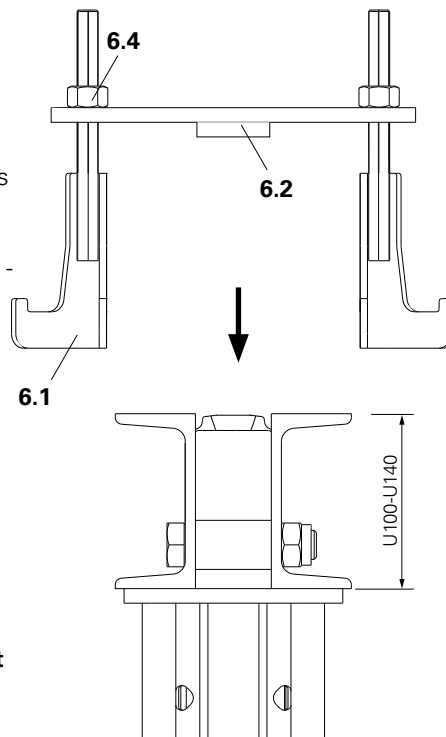

Fig. A6.01a
3. Faire passer la bride par le haut sur la filière SRU (Fig. A6.01a).